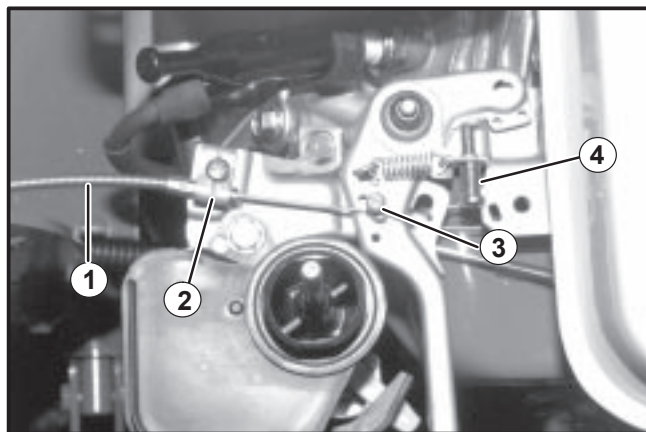

FIGURA 14
17. En los motores Honda, pase el cable de la válvula de regulación a través de la ménsula de la válvula de regulación como se muestra en la Figura 14. El reborde del extremo del cable deberá estar colocado como se muestra, contra del extremo de la ménsula de la válvula de regulación. Apriete la ménsula de la válvula de regulación asegurándose de no apretarla demasiado.